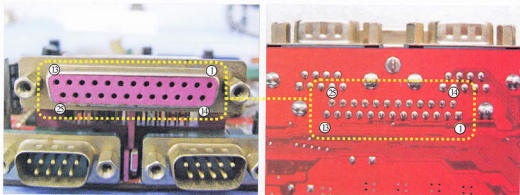

图21-7 微星主板并行接口背部引脚焊接
(1) 经检查并行接口及焊脚的连接良好，如图 21-7 所示。